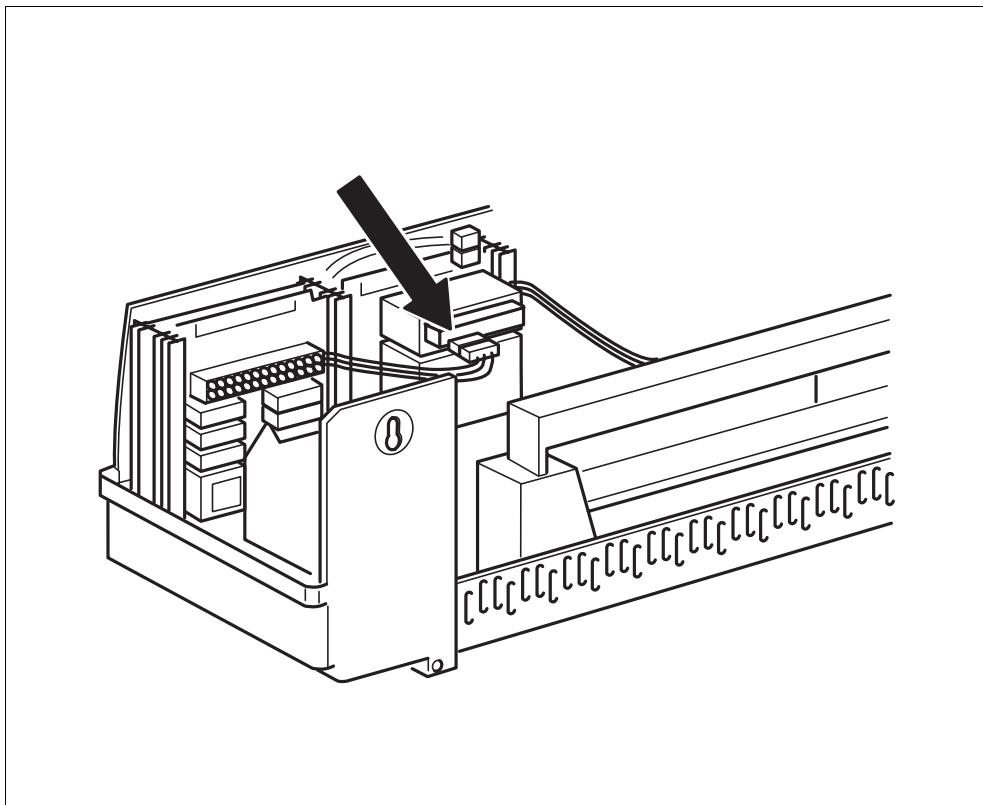

Рис. 15 Подводка напряжения 230 В
- Вставить соединительный штекер (230 В) модуля в предусмотренный для него разъем (для подключения модуля в разъем 2, см. стрелку на рис. 15).